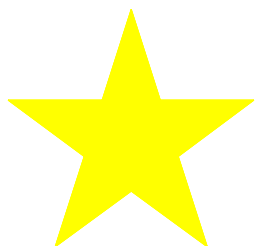

图 5-48 拷贝五角星并缩小
- 2) 将新拷贝的黄五角星用“SC”命令缩小，系数 0.3，如图 5-48 所示。